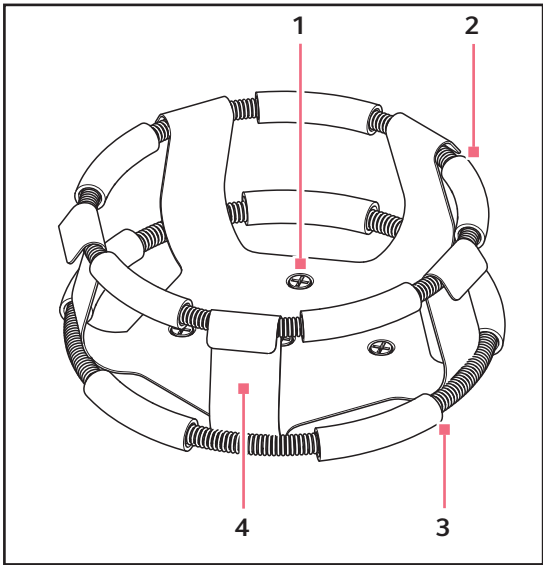

Рис. 4-2: Установка двойного кольцевого зажима
2. Установив первое кольцо (в состоянии поставки) на верхней части корпуса зажима (см. рис. 4-2 на стр. 31), вставьте пустую колбу в зажим.